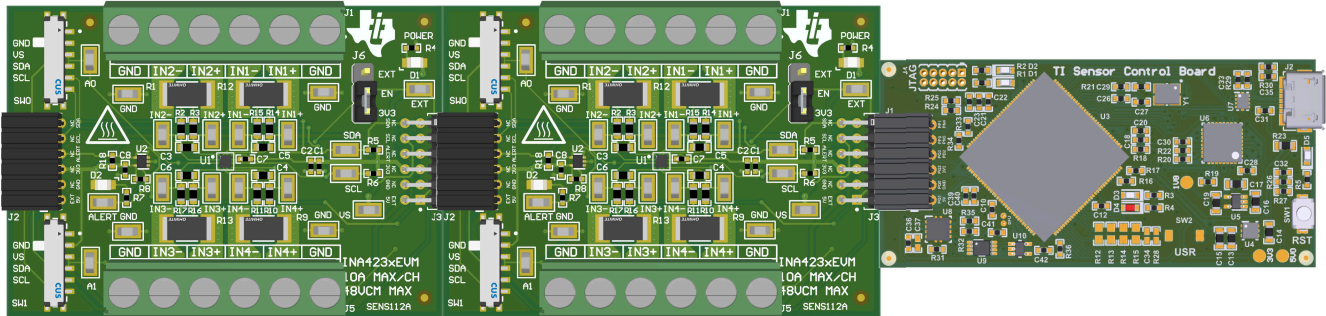

图 2-2. 多个 EVM 连接到 SCB 控制器
- 连接相同类型的多个 EVM 时，请参阅图 2-2。
如果使用多个 EVM (GUI 支持即将推出)，则按图 2-2 所示进行连接。确保对每个器件使用不同的地址。GUI 一次仅支持一个 EVM 和器件类型；总共最多四个 EVM。